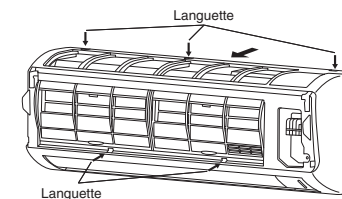

Fig. 3-42
- (3) Appuyer sur les 3 languettes en haut de la grille et sur les 3 languettes sur la face avant pour séparer la grille du châssis. (Fig. 3-42)